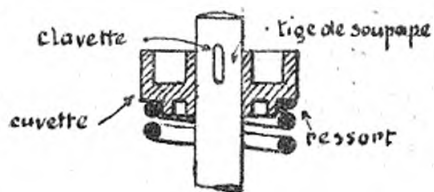

FIG. 23. — Arrêt des ressorts de soupape.
clé à griffes, soit en enlevant les vis de fixation (De Dion). Maintenir la soupape sur son siège (1) pour pouvoir dégager sa clavette (fig. 23) ; pour cela on appuie fortement sur le ressort, on enfonce la cuvette et on retire la clavette ou les demi-colliers. Quelquefois la cuvette se visse simplement : il suffit alors de la visser davantage en comprimant son ressort pour dégager la clavette (Rhône).
(1) Mettre un bouchon de liège entre la tête de la soupape et le bouchon si le cylindre en comporte.